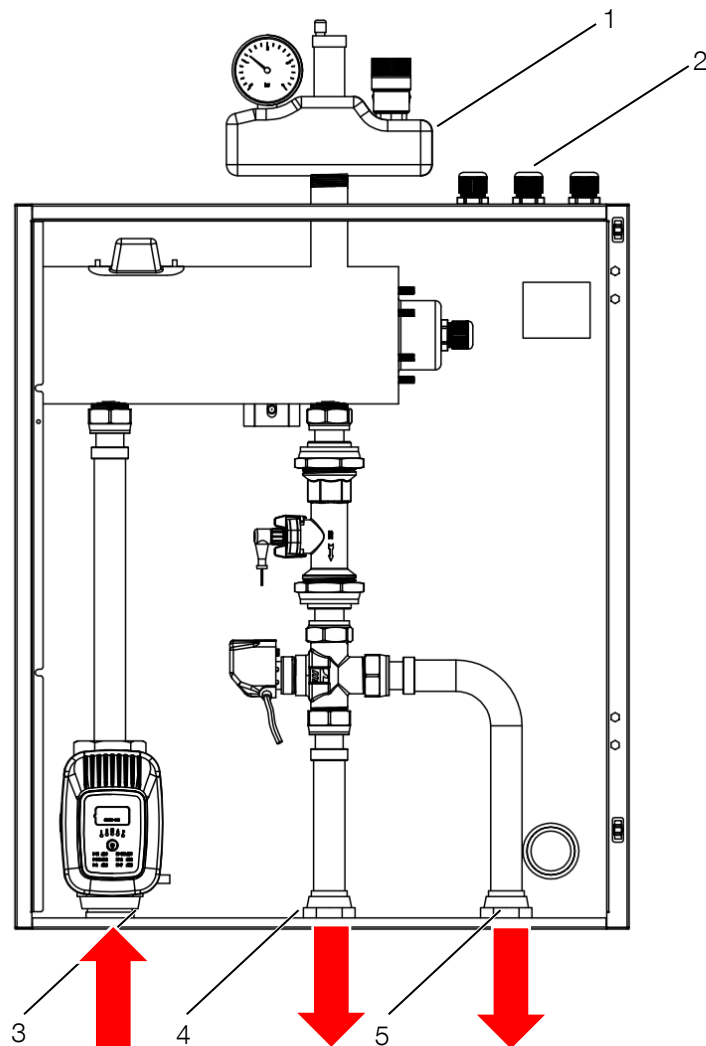

Abbildung 19: Anschlüsse Innengerät (MB700008 und MB700015)
- Anschlussrichtungen: Der Anschluss (Hydraulik und Elektrik) erfolgt von der Rückseite (Lufttritt) und von unten, siehe Abbildung 19 und 23.